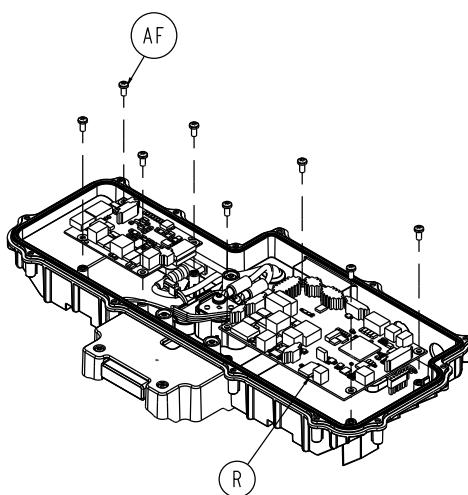

Figure 79 – Retrait des vis de la carte FEIB
12. À l'aide d'une clé Torx T20, retirer les quatre vis de taraudage à tête cylindrique (AF) qui fixent la carte FEIB de la civière (R) au boîtier FEIB inférieur (Figure 79). Conserver les vis.